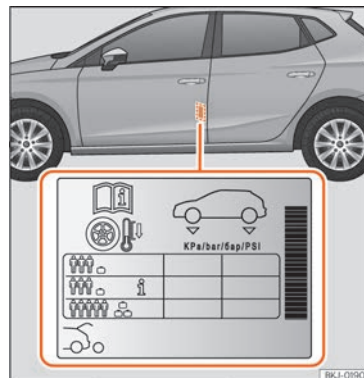

Abb. 181 Einbauort des Aufklebers für den Reifenfülldruck.
- Passen Sie bei größerer Zuladung den Reifendruck entsprechend an »» (Abb. 181).
Die Angaben zum Reifenfülldruck befinden sich auf dem Aufkleber an der Fahrertürsäule »» (Abb. 181).
fülldruck entsprechend dem auf dem Reifenfülldruck-Aufkleber angegebenen maximalen Wert erhöht werden »» (Abb. 181).
Füllen Sie bei einem minimierten Notrad (125/70 R16 oder 125/70 R18) auf einen Druck von 4,2 bar, gemäß Angabe auf dem Aufkleber mit den Reifendruckwerten »» (Abb. 181).
Je nach Fahrzeug kann der Reifenfülldruck auf halbe Last eingestellt werden, um den Fahrkomfort zu verbessern (Reifenfülldruck **i** »» (Abb. 181)). Beim Fahren mit Komfort-Reifen kann sich der Kraftstoffverbrauch leicht erhöhen.
- Der Fahrer ist verantwortlich für den richtigen Reifenfülldruck an allen Reifen am Fahrzeug. Der empfohlene Reifenfülldruck befindet sich auf einem Aufkleber »» (Abb. 181).
- Immer den richtigen Reifenfülldruck am kalten Reifen einhalten, wie auf dem Aufkleber angegeben »» (Abb. 181).